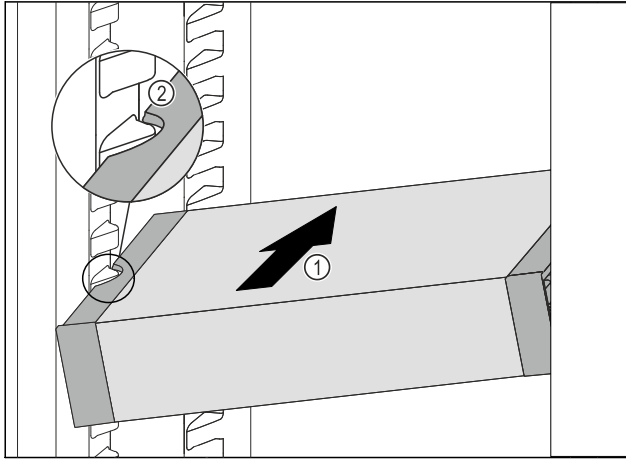

Fig. 84
- ▶ VarioSafe schräg in das Kühlteil einschieben Fig. 84 (1), bis sich die seitlichen Aussparungen Fig. 84 (2) des VarioSafes auf Höhe der Behälterrippe im Kühlteil befinden.